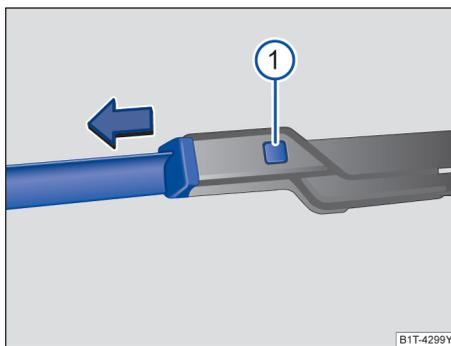

图 220 更换风窗刮水器刮水片
- 按住分离按钮→图 220①同时沿图示箭头方向拉出刮水片。